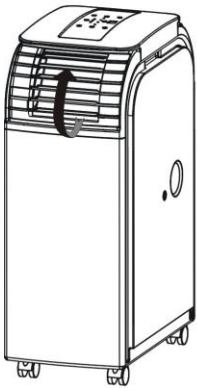
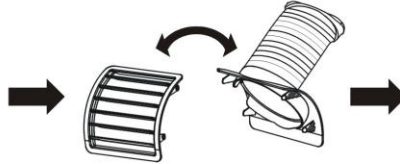
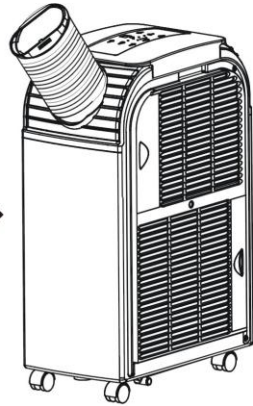

Fig.01
Fig.02
Fig.03
1. Ontkoppel de luchtuitlaat en afvoerslang als in Fig.01. Verwissel deze delen met elkaar (Fig.02). Zodat het systeem eruit ziet als Fig.03.